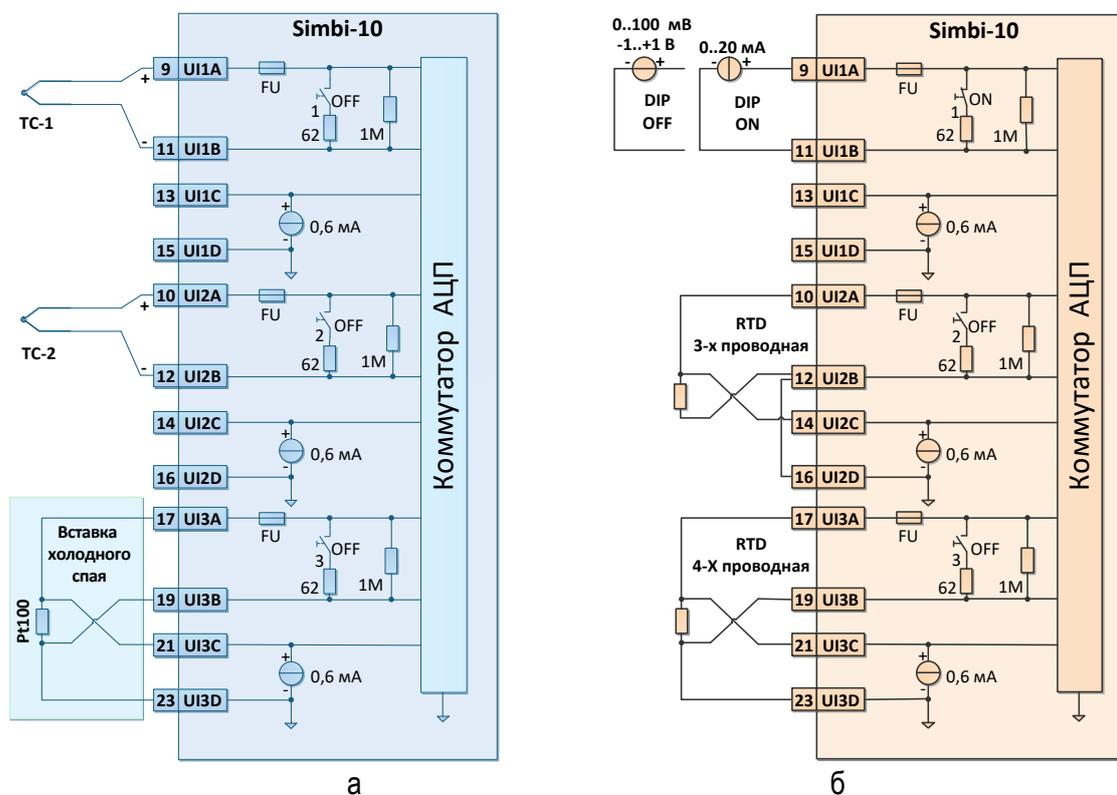

Рисунок 1.3 – Схемы подключения измерительных каналов подгруппы-1.
1.5.2.2 Группы клемм (9,11,13,15), (10,12,14,16), (17,19,21,23) подключены на три универсальных измерительных канала подгруппы-1 (таблица 1.2), и обеспечивают ввод аналоговых сигналов постоянного тока, напряжения или сопротивления (рисунок 1.3).
При измерении сигналов от термопар (рис. 1.3а) один из каналов подгруппы-1 конфигурируется для измерения температуры холодных концов термопары (температуры клеммного ряда прибора или температуры выносной клеммной колодки). Для этого используется «вставка холодного сая» из комплекта принадлежностей изделия (Рисунок 1.5б).